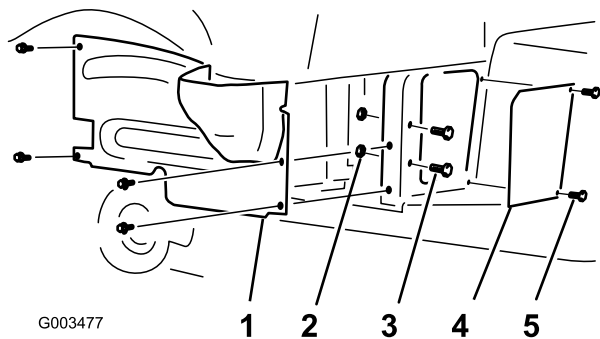

図 1
2. 右側ホイール・シュラウドをフレームに固定している 4 本のフランジ・ヘッド・ネジを外す (図 1)。シュラウドを取り外して保管する。
3. スクリーン・パネルをフレームに固定しているネジ2本とボルト2本を外す（図 1）。スクリーン・パネルを取り外して保管する。